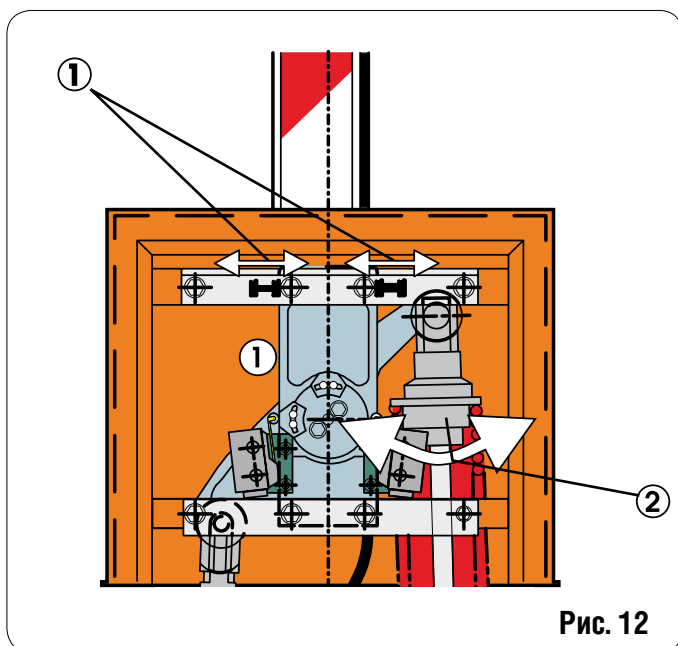

Рис. 12
- Настройте предустановочную кольцевую гайку, используя поставляемый гаечный ключ, как показано на рис.12.